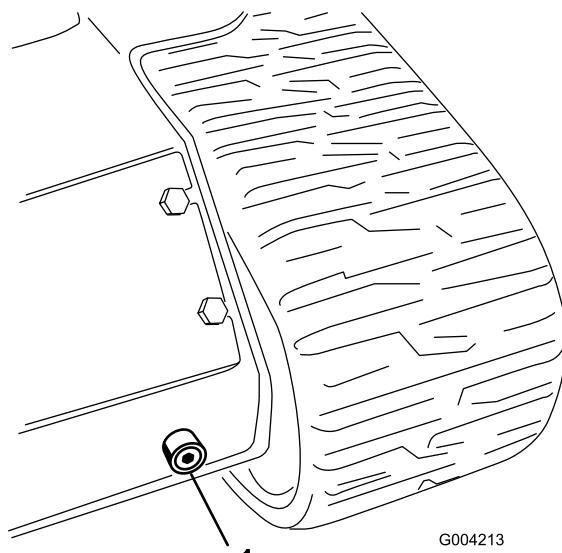

Figure 55
6. Placer un grand bac de vidange (d'au moins 56 litres de capacité) sous le bouchon de vidange à l'avant de la machine (Figure 55).
7. Retirez le bouchon de vidange pour permettre à l'huile de s'écouler dans le bac de vidange (Figure 55).